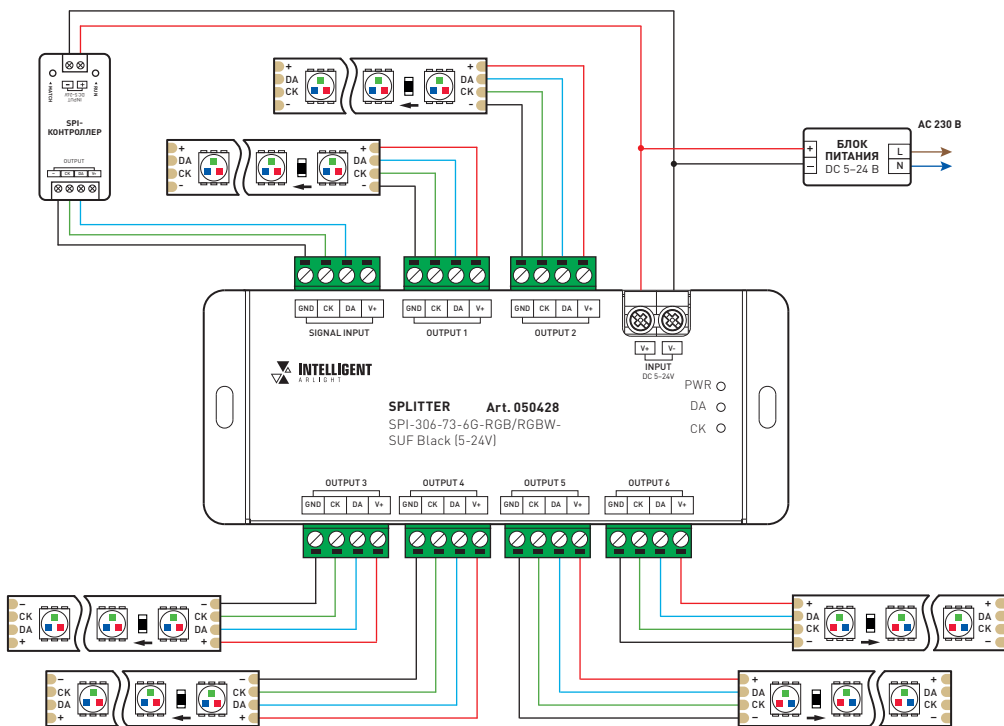
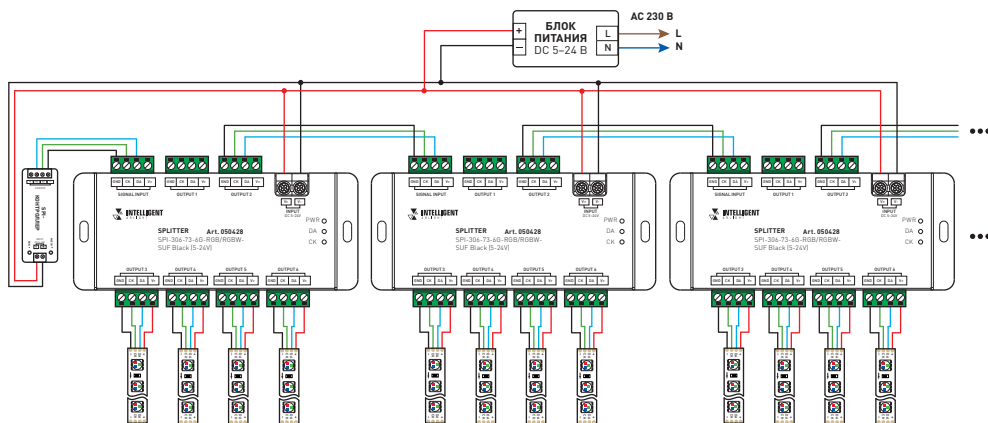

Рис. 2. Схема подключения сплиттера
Рис. 3. Схема подключения нескольких сплиттеров
- 3.2. Подключите сплиттер в соответствии со схемами на рис. 2 или рис. 3.